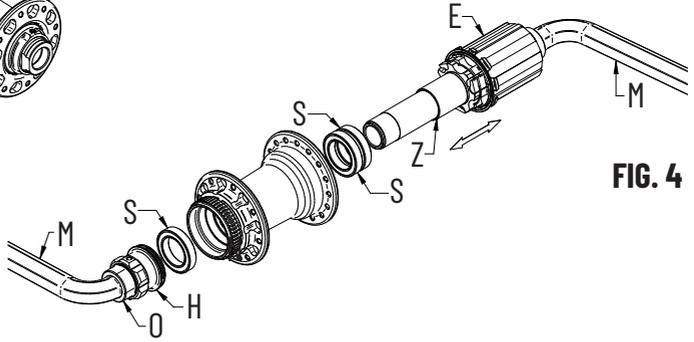
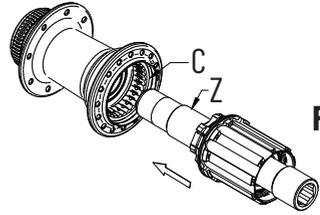

FIG. 4
FIG. 5
- Inserite una chiave a brugola da 12 (M) sul lato destro del mozzo (Fig. 4).
- Con l'ausilio di chiave a brugola da 12 (M), svitate lo scontro (O).
- Sfilate il perno del mozzo posteriore con il corpo ruota libera (E).
- Sostituire i cuscinetti (S) del corpo mozzo.
- Reingrassare con un grasso a bassa densità la cremagliera (C).
- Sfilare dal perno il corpo ruota libera con il relativo distanziale (Z) e procedere alla pulizia dei cricchetti. **Attenzione: i cuscinetti del corpo ruota libera NON sono sostituibili.**
- Terminata la manutenzione, infilate il corpo ruota libera con il relativo distanziale (Z) nel perno.
- Inserite il perno nel corpo del mozzo facendo molta attenzione al corretto posizionamento dei cricchetti (Fig. 5).